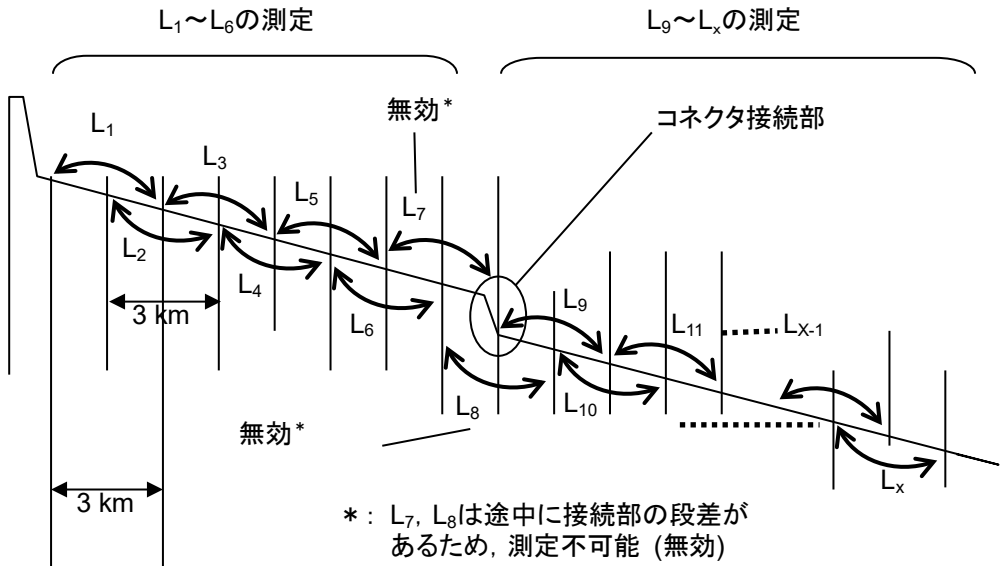

図 15.3.5-2 リニアリティ測定図
20. ロータリノブを回して 1.5 km に①, 4.5 km にマーカ②を移動します。
21. ①-②の dB/km を記録します。これを図 15.3.5-2 の L_2 とします。